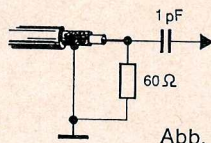

Abb. 2
4. Wobbler über 1 pF (siehe Abb. 2) an MP 2 (Kanalwähler)